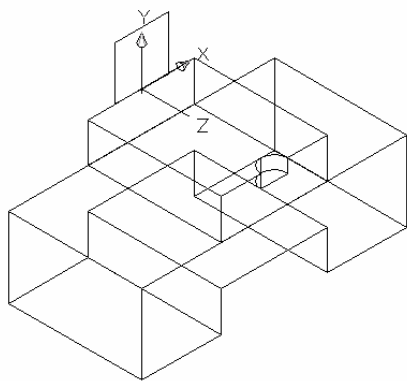

图 9-44
(11)移动 UCS,并沿着“X”加以旋转 90°。如图 9-44 所示